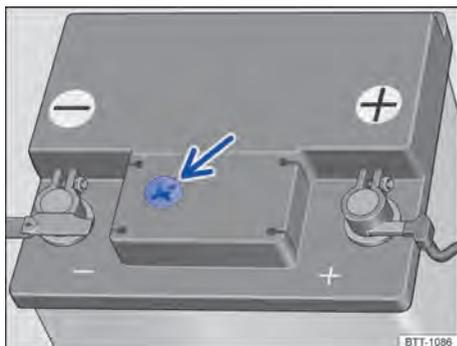

Fig. 155 No compartimento do motor: exemplo de posição do visor no lado superior da bateria do veículo.
- O visor redondo → Fig. 155 na parte superior da bateria do veículo muda de cor conforme o nível do eletrólito.